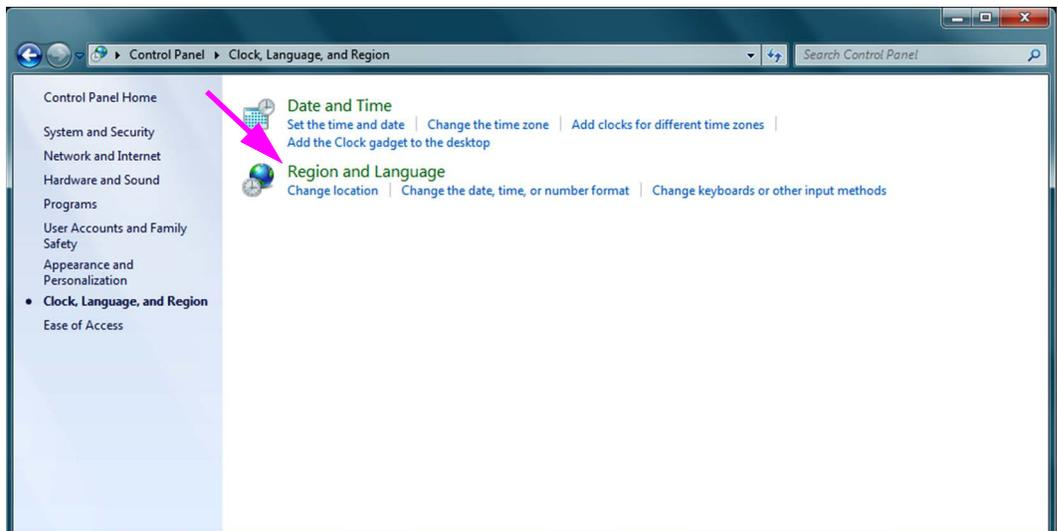

Abbildung C-2. Fenster „Clock, Language, and Region“ (Zeit, Sprache und Region)
4. Das Fenster „Clock, Language, and Region“ (Zeit, Sprache und Region) erscheint (siehe Abbildung C-2). Klicken Sie auf **Region and Language (Region und Sprache)**.